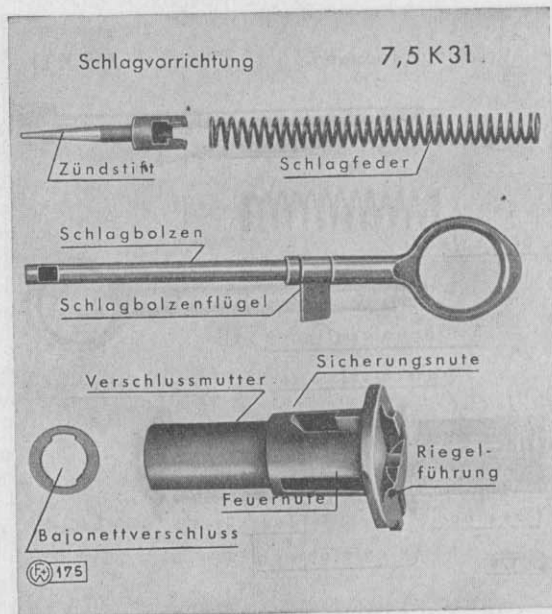

Fig. 11
- Schlagvorrichtung** mit Verschlussmutter, Schlagbolzen, Zündstift und Schlagfeder (Fig. 11 und 12).
Die **Verschlussmutter** (Fig. 11 und 12) verbindet die Schlagvorrichtung mit dem Zylinder, beim K. 11 verschraubt, beim K. 31 durch einen einfachen Bajonettverschluss. Sie hat eine längere Feuernut und eine kürzere Sicherungsnut, in welche der Schlagbolzenflügel eingreift. In der Sicherungsnut befindet sich eine Rast. Eine gegen-
Der **Schlagbolzen** (Fig. 11 und 12) ist mit dem **Zündstift** mittels Bajonettverschluss verbunden.
Die **Schlagfeder** (Fig. 11 und 12) gibt die Schlagkraft in Verbindung mit dem Schlagbolzen auf den Zündstift und hält durch ihre Wirkung die Verschlusssteile zusammen.